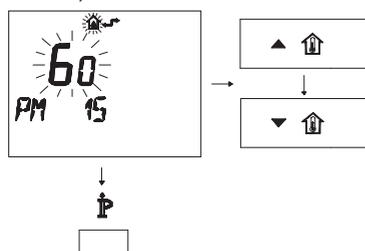

Figura 5.41
- Modificare il SET programmato agendo sui pulsanti ▲ o ▼ fino a visualizzare un set di 60, aspettare che il numero programmato cominci a lampeggiare (Figura 5.41).